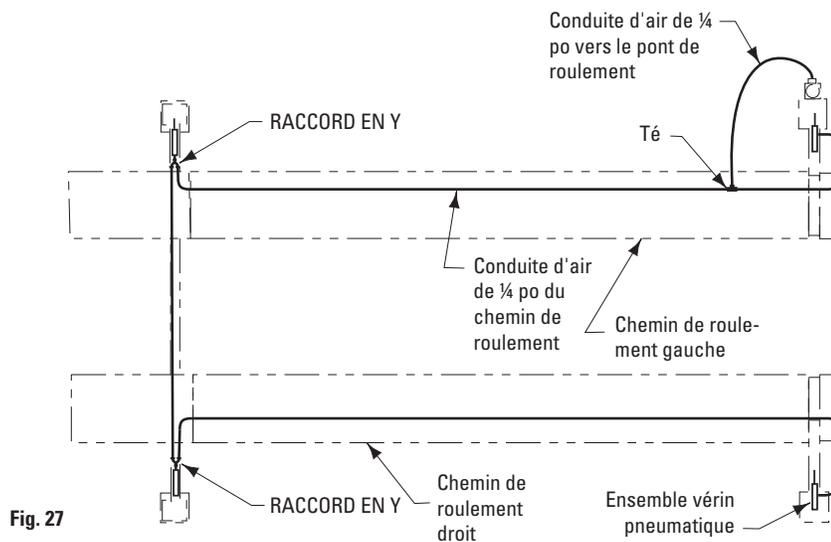

Fig. 27
- F. Fixer le décalque NP280 prévu (ACTIVER POUR RELÂCHER LES LOCQUETS) sur les attaches. Faire passer la conduite d'air de ¼ po depuis la soupape casse-vide à la fente du chemin de roulement fixe. Couper la conduite d'air et la fixer au té de l'étrier avant, Fig. 27. Cette conduite d'air est pour les loquets de verrouillage.
- G. Faire passer la conduite d'air depuis le té de la fente du chemin de roulement par le trou dans l'étrier arrière et le vérin pneumatique, Fig. 27.